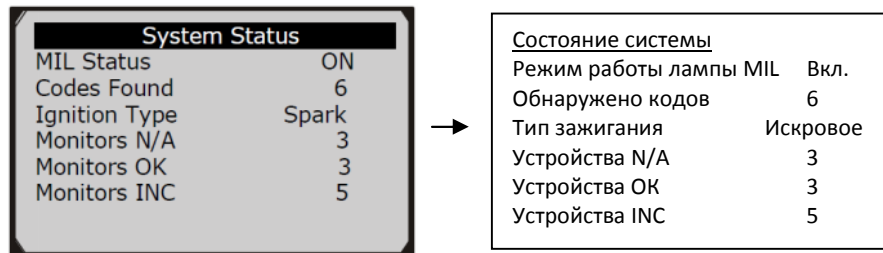
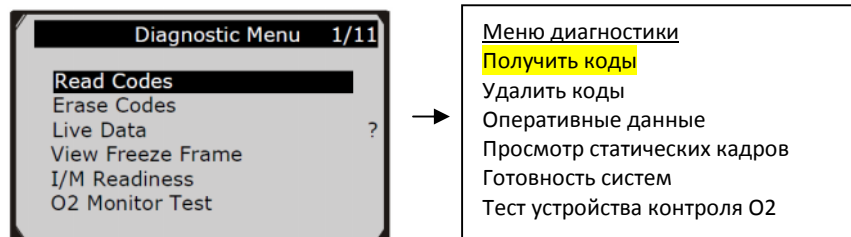

Рис. 5.2
Рис. 5.4
счетчик кодов DTC, устройства контроля готовности) на экране (рис. 5.2). Ожидать несколько секунд или нажать любую кнопку в меню **Diagnostic Menu** (рис. 5.4).
- 1) Воспользоваться кнопками прокрутки **UP/DOWN**, чтобы выбрать режим **Erase Codes** в меню **Diagnostics Menu** и нажать кнопку **OK** (рис. 5.4).
- 1) Для просмотра оперативных данных следует воспользоваться кнопками прокрутки **UP/DOWN**, чтобы выбрать **Live Data** в меню **Diagnostic Menu** и нажать кнопку **OK** (рис. 5.4).